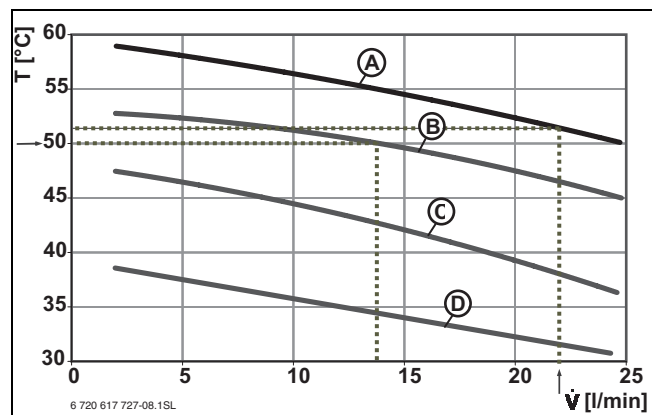

Bild 6 Übertragungsleistung
Für einen einwandfreien Betrieb der Frischwasserstation muss neben der Restförderhöhe die Übertragungsleistung der Frischwasserstation berücksichtigt werden. Für die Ermittlung der Übertragungsleistung in Abhängigkeit der Speichertemperatur, stehen die Kennlinien A bis D zur Verfügung (→ Bild 6).
- Die aus Bild 6 abgelesene Warmwassertemperatur am thermostatischen Trinkwassermischer einstellen.